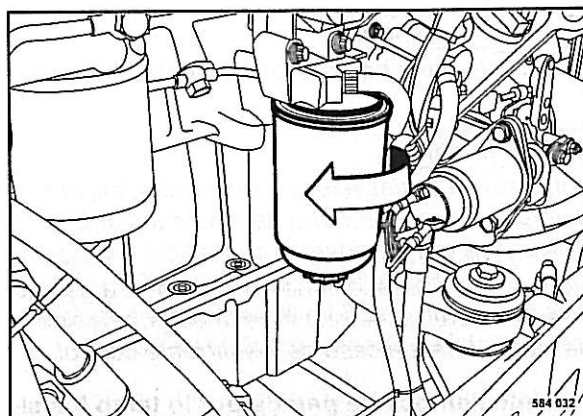

Fig. 86
- Desenroscar el cartucho filtrante de combustible (Fig. 86) con una llave de cinta apropiada.